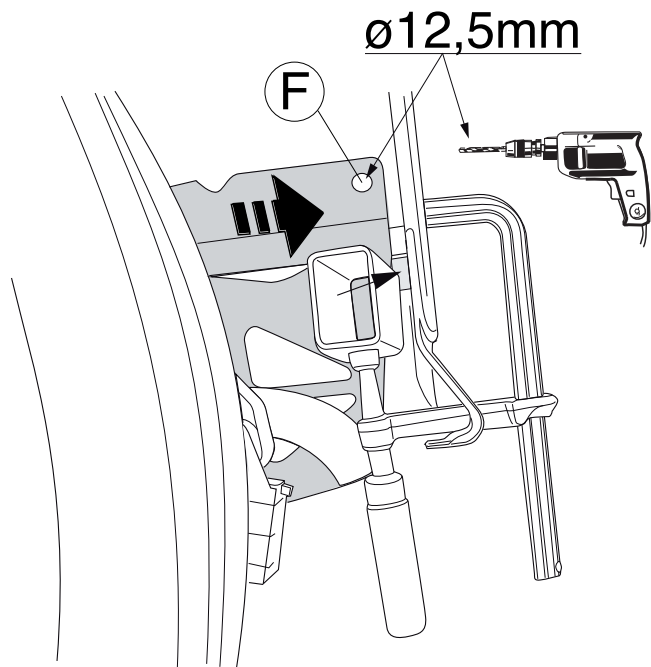

Fig. 2
7. Просверлить отверстие диаметром 12,5 мм в точке F, как указано в рис. 2.